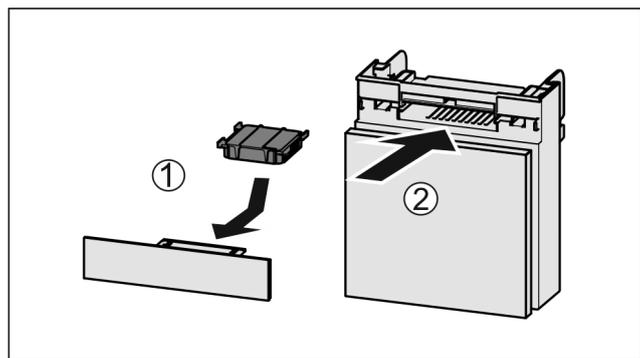

Fig. 128
- ▶ Umetnite filter s aktivnim ugljenom kao što je prikazano na slici Fig. 128 (1).
- ▶ Umetnite pretinac Fig. 128 (2).